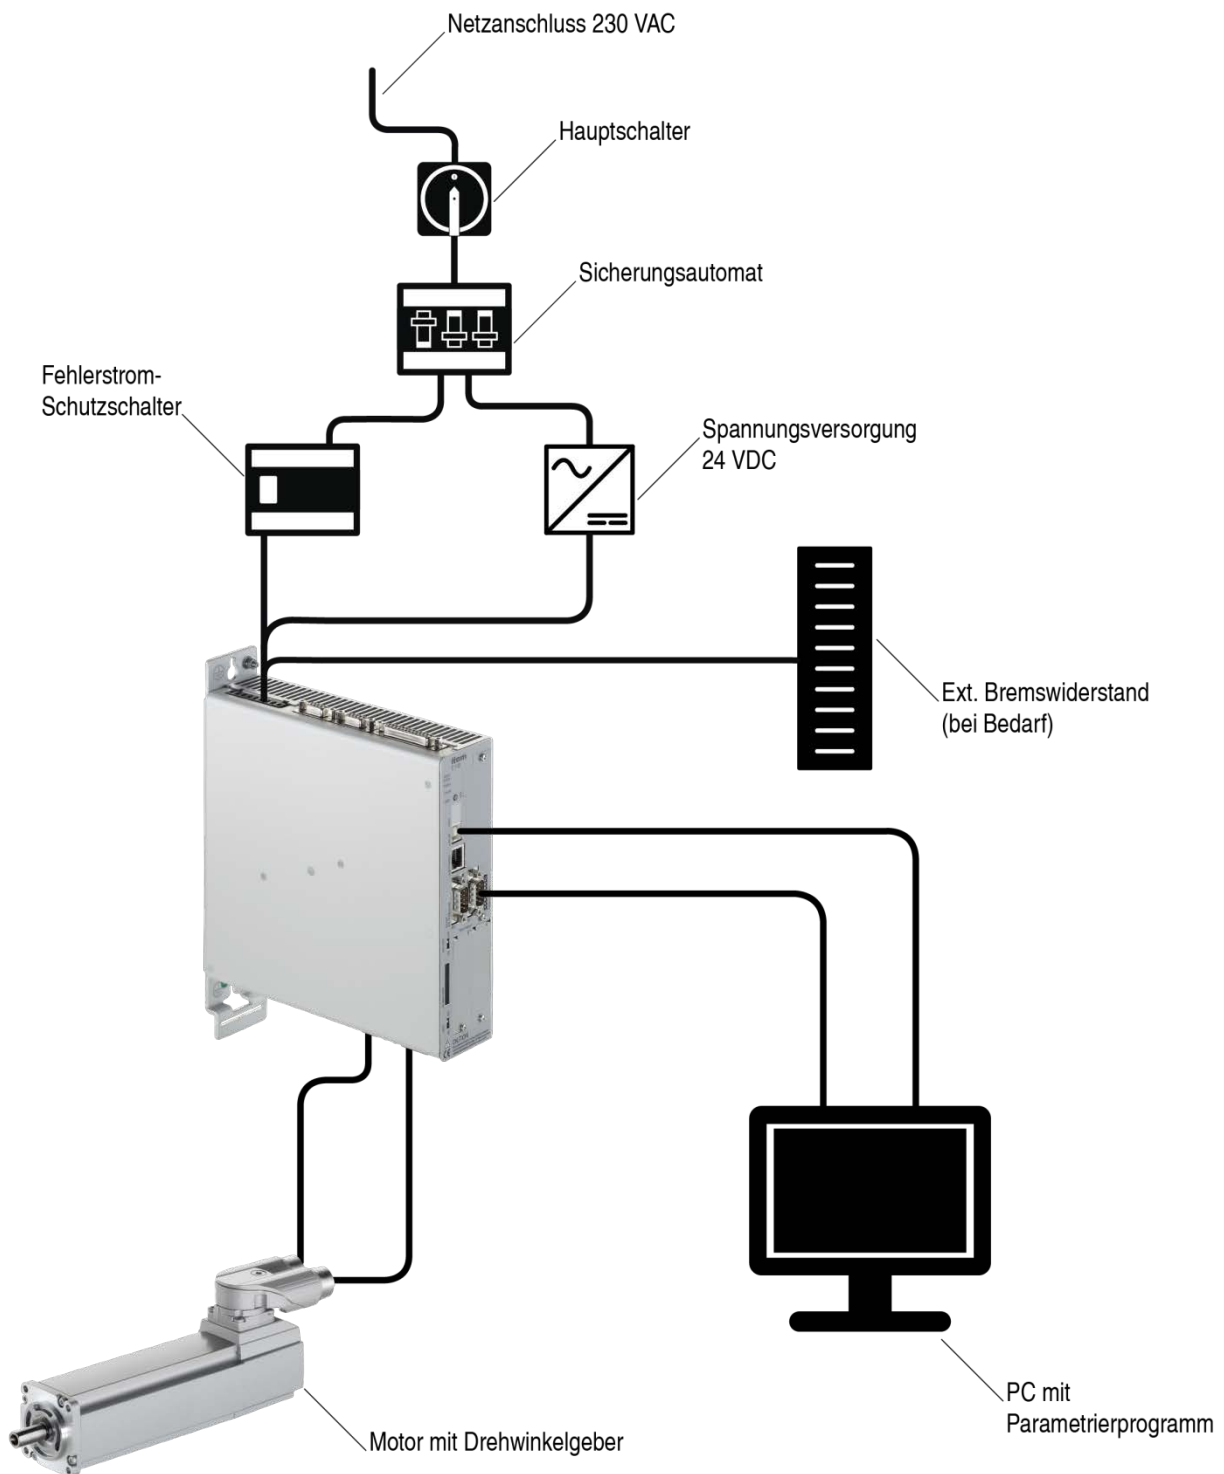

Abbildung 16: Gesamtaufbau item C 1-Serie mit Motor und PC
*Abbildung 16* dargestellt. Für den Betrieb des Servopositionierreglers werden folgende Komponenten benötigt: